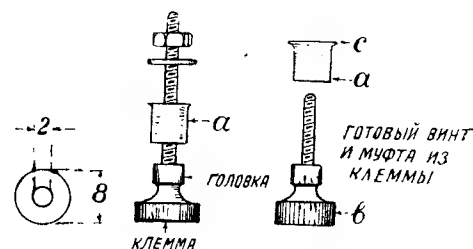

Рис. 2.
1. Клемма с мелкой нарезкой и свободно вращающейся муфтой «а» (см. рис. 2).